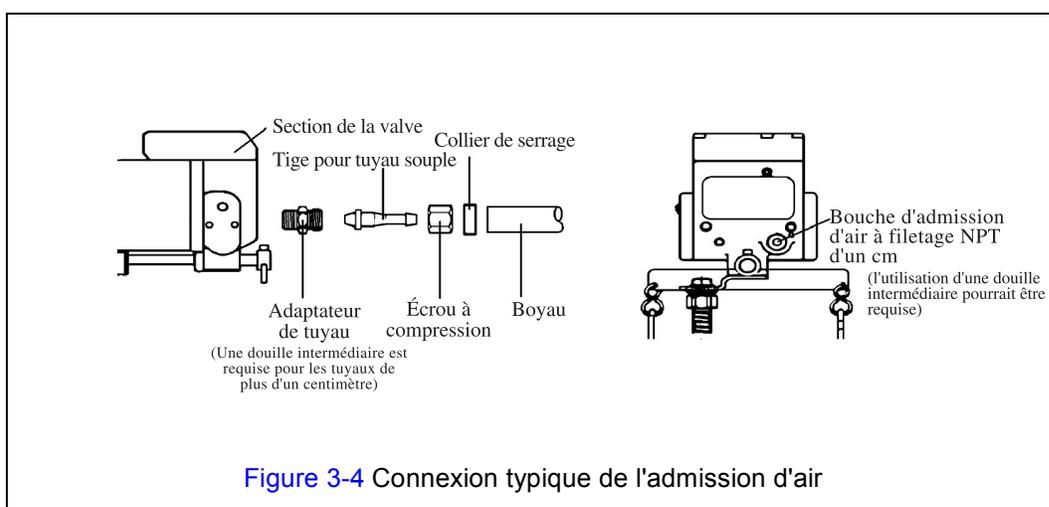

Figure 3-4 Connexion typique de l'admission d'air
- 3.8.5 Établissez une connexion avec l'approvisionnement en air; consultez la Figure 3-4. Utilisez une douille intermédiaire dans la section de la valve du palan pour les conduits de plus de 1,27 cm (0,5 po).